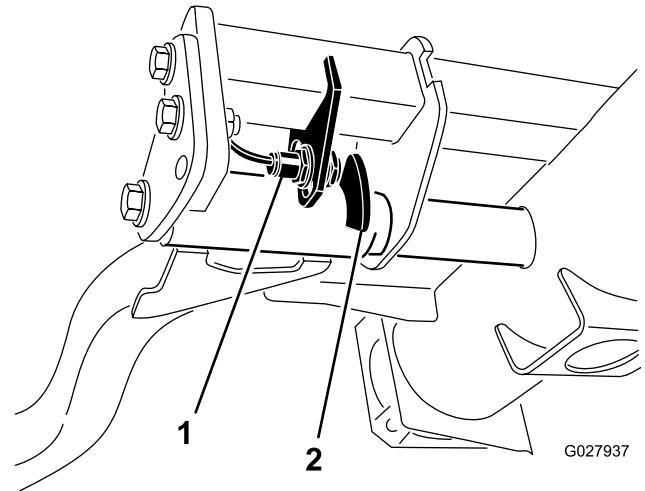

Bild 36
2. Der Hubarmschalter befindet sich unter dem Hydraulikbehälter hinter dem rechten vorderen Hubarm (Bild 36).
3. Lösen Sie die Befestigungsschrauben des Schalters (Bild 36) und schieben den Schalter nach unten, um die Wendehöhe des Hubarms zu erhöhen, oder schieben Sie den Schalter nach oben, um die Wendehöhe des Hubarms zu verringern.